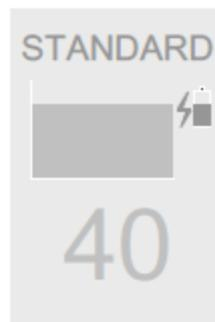

Figure 3
4. Lorsque la batterie est en charge, un témoin s'affiche sur l'écran de la pièce à main pour indiquer le chargement. Se référer à la figure 3.